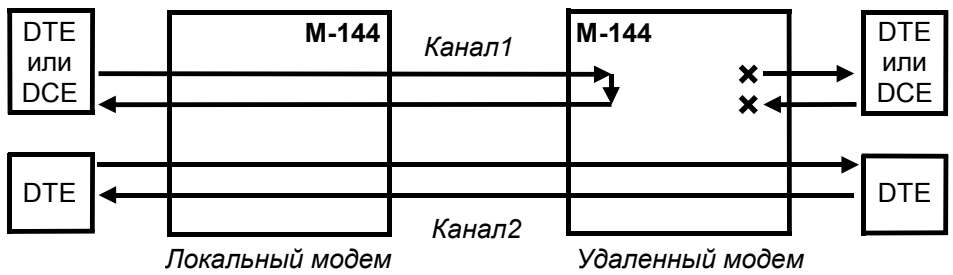

Рис. 23. Пример организации теста RDL - «удаленный шлейф» для канала 1
Тест позволяет осуществить проверку канала передачи данных номер 1(2), образованного портами 1(2) модемов (см. Рис. 23).